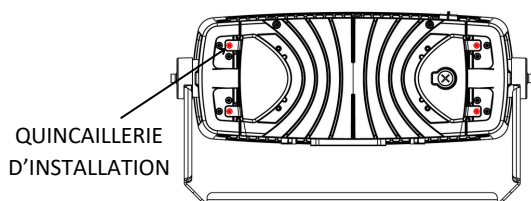

Fig. 16
2. Retirer les quatre vis M6 qui retiennent le boîtier du transformateur (voir la figure 16).